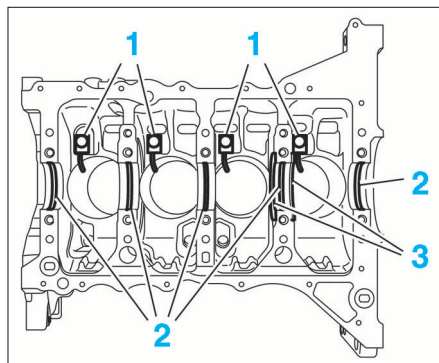

FIG. 66
- Reposer les gicleurs de fond de pistons (1) (Fig. 66).
- Monter dans le bloc-cylindres les coussinets (2) rainurés, huilés, suivant la classe déterminée pour chaque tourillon.
- Placer de chaque côté du palier n°2 (côté volant moteur), les cales de réglage (3) du jeu axial avec la face rainurée côté vilebrequin.